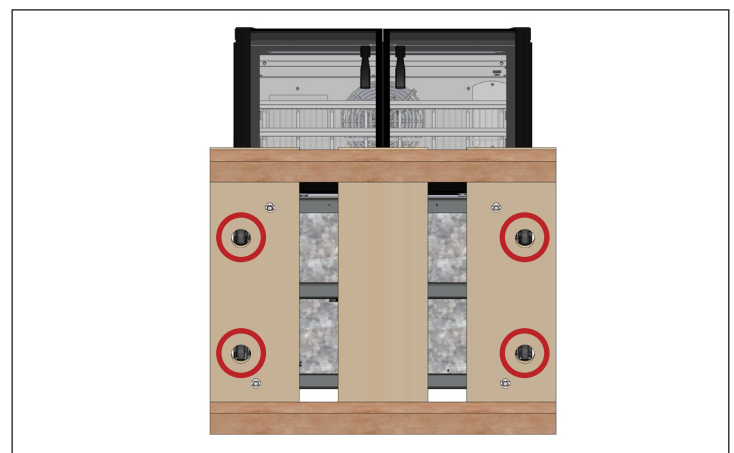

Fig. 2. Exemple d'emplacements des boulons de transport.
5. Retirez tous les boulons de transport fixant la palette au fond de l'appareil. Voir fig. 2.